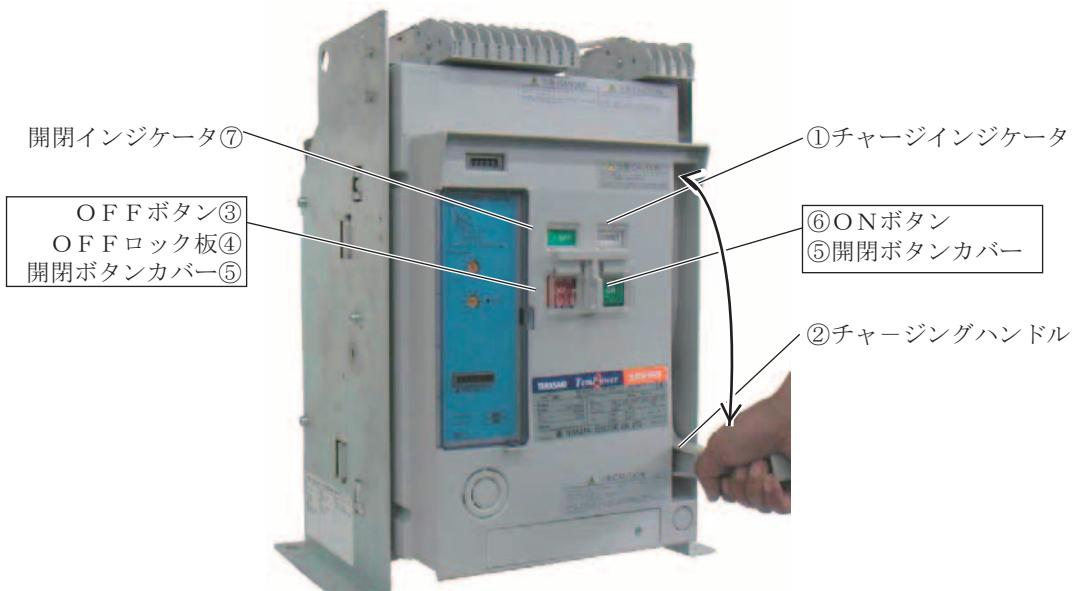

図10 チャージ、開閉操作
チャージインジケータ（図10①）の表示が「DISCHARGED」から「CHARGED」に変わるまで、チャージングハンドル（図10②）を前に倒して戻す操作を繰り返します。チャージングハンドルの最大操作範囲 約90°でチャージ操作すると、6～8回程度の操作でチャージは完了します。
規定の操作電源電圧が制御回路端子②, ④間に与えられているとき、チャージインジケータ（図10①）が閉路操作等により「D I S C H A R G E D」に変わると、直ちにチャージングモータが駆動し、投入スプリングのチャージが行われます。チャージが完了すると、チャージインジケータに「C H A R G E D」が表示され、チャージングモータは自動的に停止します。チャージ時間は、操作電源電圧や遮断器形式により異なりますが、約10秒以内です。
- 1) チャージインジケータ（図10①）が「C H A R G E D」であること。
- 2) O F F ボタン（図10③）がO F F ロック板（図10④）でロックされていないこと。
開閉ボタンカバー（図10⑤）を開けてONボタン（図10⑥）を押して下さい。遮断器は音を立てて閉路し、開閉インジケータ（図10⑦）に「ON」、チャージインジケータ（図10①）には「D I S C H A R G E D」が表示されます。
開閉ボタンカバー（図10⑤）を開けてO F F ボタン（図10③）を押して下さい。遮断器は音を立てて開路します。開閉インジケータ（図10⑦）には「O F F」が表示されます。